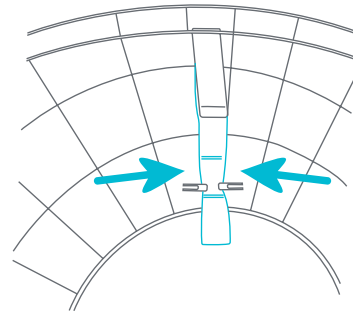
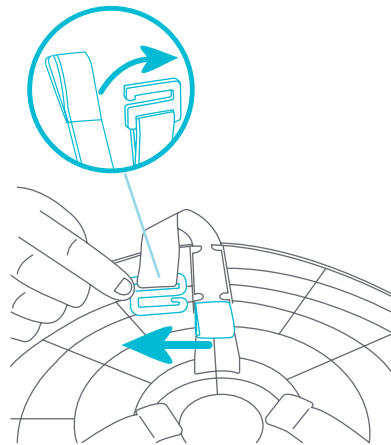

Fig. 3a
Fig. 3b
- Sujete y tire las 3 correas pequeñas que se encuentran debajo de la tapa superior (Fig. 3a). Desabroche las 3 hebillas de ajuste que se encuentran debajo de la tabla de mesa y, luego, sujete y tire las 3 correas largas (Fig. 3b).